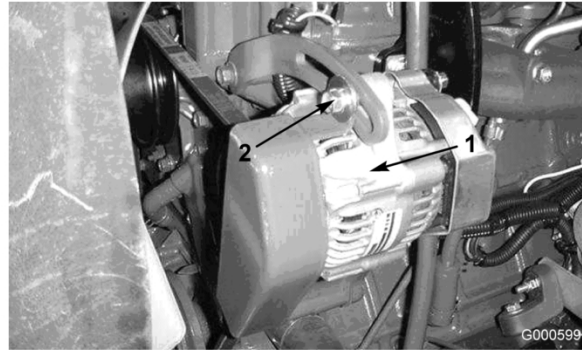

Figura 52
Controllate lo stato e la tensione delle cinghie (Figura 52) ogni 100 ore di servizio.
2. Se l’inflessione non è di 10 mm, allentate i bulloni di fissaggio dell’alternatore (Figura 52). Aumentate o riducete la tensione della cinghia dell’alternatore e serrate i bulloni. Controllate di nuovo l’inflessione della cinghia per accertare che sia esatta.